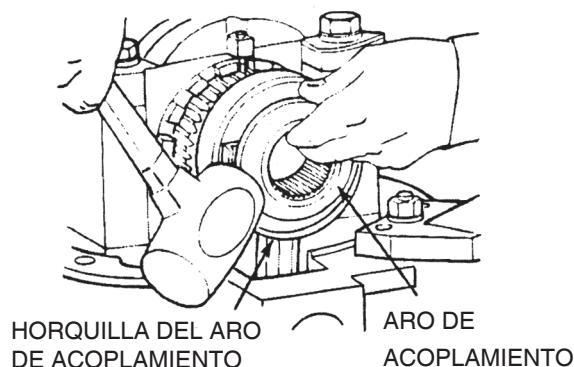

Figura 113
2. Golpee el aro de acoplamiento con un mazo de goma para aflojarlo y retirarlo de la horquilla de acoplamiento. Figura 113